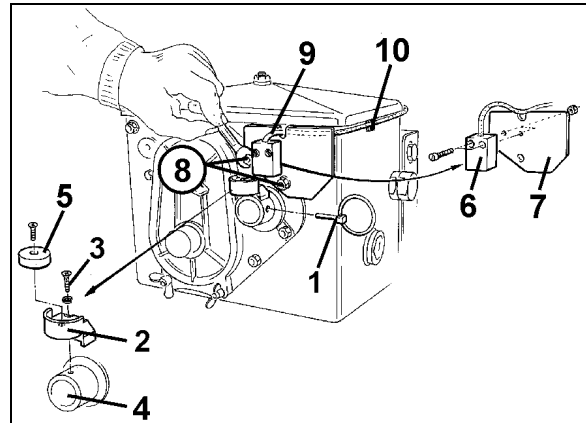

Fig. 9
1. Retirar el pasador clavija (Fig. 9/1, une el eje mezclador con el accionamiento).
2. Atornillar el soporte del imán (Fig. 9/2) con el tornillo autorroscante M4 x 10 (Fig. 9/3) y la arandela elástica en el eje hueco del engranaje (Fig. 9/4).
4. Atornillar el imán (Fig. 9/5) en el soporte del imán con un tornillo autorroscante M4 x 10.
5. Atornillar el sensor (Fig. 9/6) en el soporte (Fig. 9/7).
6. Atornillar el soporte del sensor (Fig. 9/7) al engranaje con las dos tuercas de la carcasa (Fig. 9/8).
7. Tender el cable del sensor (Fig. 9/9) hasta la cabina del tractor.
8. Fijar el cable a la sembradora con placas adhesivas (Fig. 9/10) y abrazaderas. Las superficies en las que se vayan a pegar las placas deben estar limpias y libres de grasa.
9. Insertar el pasador clavija (Fig. 9/1) en el eje hueco del engranaje.